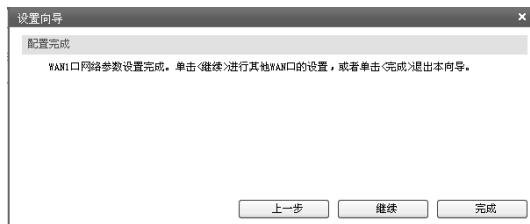

图4-13 配置完成
7. 连接成功后会出现配置完成界面,如图4-13所示。单击“完成”退出设置向导,或者单击“继续”进行其他WAN口的设置(单WAN口企业VPN路由器则直接单击“完成”退出设置向导)。